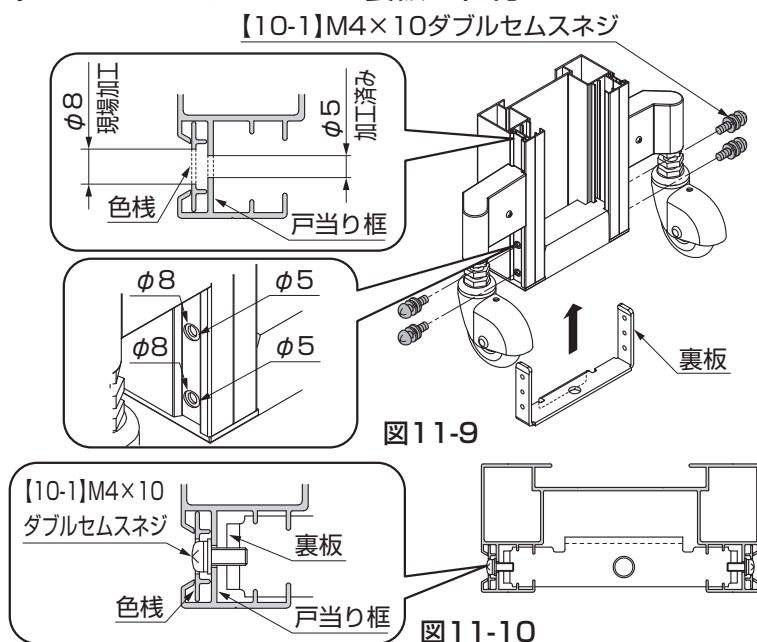

図11-9
- ①色枠にのみφ8孔をあけてください。色枠にはφ5の下孔があいています。(図11-9参照)
- 戸当り框には、φ8孔をあけないでください。(図11-9、図11-10参照)
- ②裏板を戸当り框に【10-1】で組付けてください。(図11-9、図11-10参照)
(3) PG型R センターシャフトの組付け